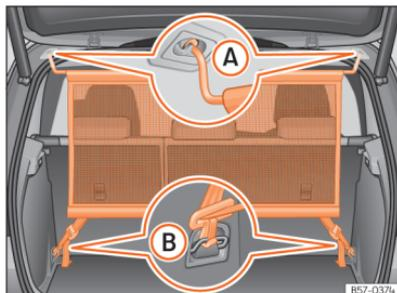

Fig. 173 Rede de separação montada.
• Engate a rede de separação do alojamento esquerdo do teto »» Fig. 173 (A). Certifique-se de puxar a haste transversal para baixo além da posição superior.
• Engate a rede de separação no alojamento direito do teto, comprimindo a vareta transversal »» Fig. 173 (A).
• Engate os dois ganchos da rede de separação nas argolas de fixação da bagageira »» Fig. 173 (B) e tensione bem os cintos de fixação.